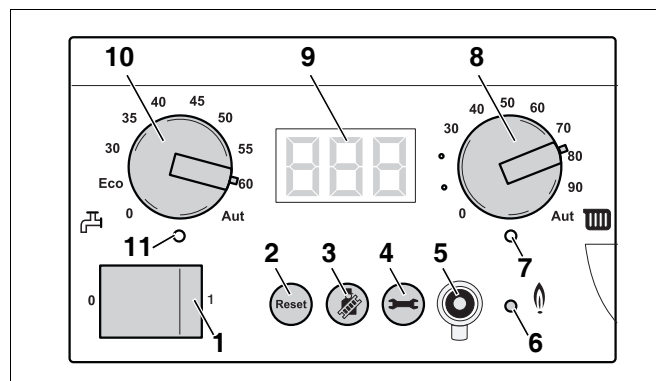

Fig. 85 Basiscontroller BC10
- Tryk på "skorstensfejer"-tasten (fig. 85, pos. 3), og hold den nede (ca. 2 sekunder), indtil punktet nederst til højre på displayet (fig. 85, pos. 9) vises. Se endvidere tab. 9, "Røggastest", side 38.
- Når LED "Brænder" lyser, (fig. 85, pos. 6) skal du vente et minut, til gaskedlen brænder på fuld belastning.
- Tryk på "skorstensfejer"-tasten (fig. 85, pos. 3) for at afslutte målingen. Se endvidere tab. 9, "Røggastest", side 38.
- Sluk for varmeanlægget på panelafbryderen til Basiscontroller Logamatic BC10 (fig. 85, pos. 1).
- Tænd for varmeanlægget på panelafbryderen til Basiscontroller Logamatic BC10 (fig. 85, pos. 1).
- Når LED "Brænder" lyser (fig. 85, pos. 6) skal du vente et minut, til gaskedlen brænder på fuld belastning.